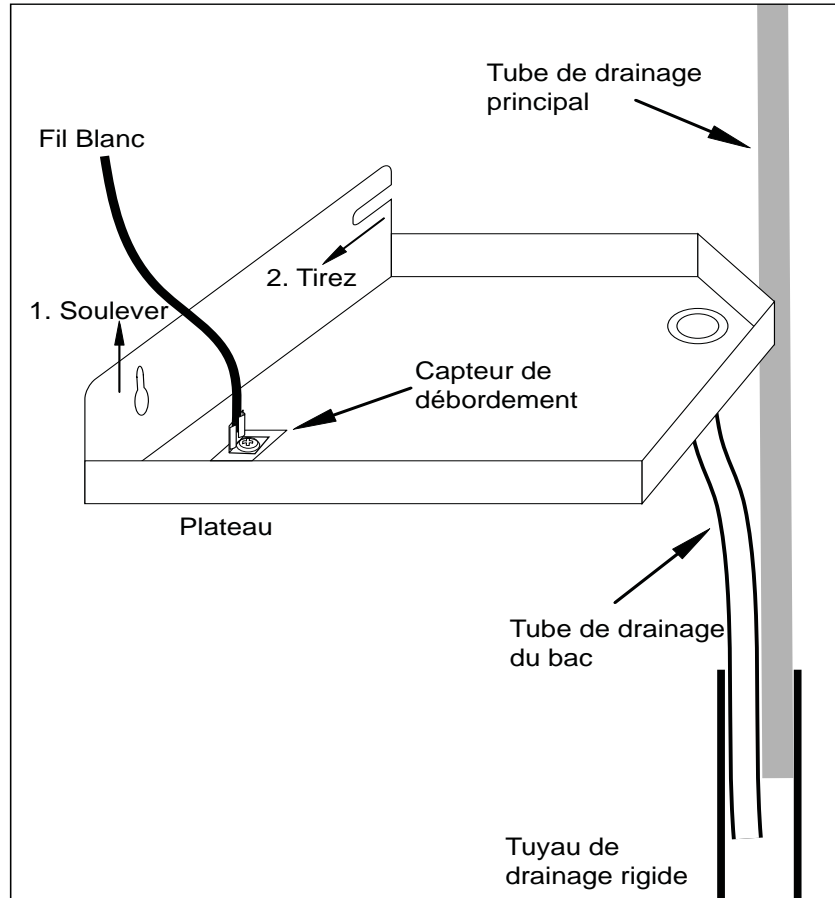

Fig. 8a
8.4 Enlevez le fil blanc qui va vers le bac à eau dans le bas de l'appareil. Ce fil est raccordé au capteur de débordement. Voir Fig. 8a.
8.5 Tirez le tube de plastique raccordé au fond du plateau hors du tuyau de drain rigide attaché au mur. Vous n'avez pas à le déconnecter du plateau. Pour retirer le plateau, déserrez légèrement la vis frontale et puis soulevez l'avant du plateau en le tirant vers vous. Voir Fig. 8a. Enlevez aussi le tube principal de drainage du tuyau rigide attaché au mur et vérifiez que les deux tubes sont propres et exempts de dépôts.